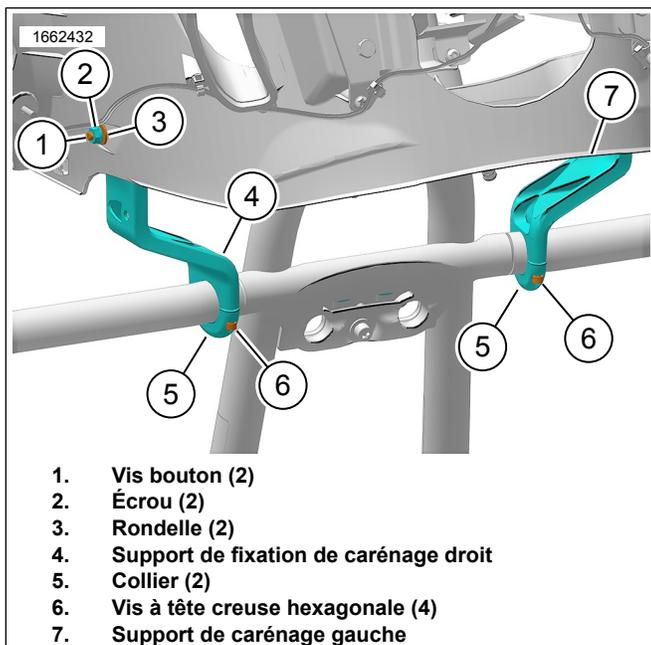

Figure 7. Supports installés
1. Voir la figure 7. Positionner le support de fixation de carénage droit (4)
- a. Reposer le support (1) sur la protection moteur.
2. Installer sans la serrer la vis bouton (1), la rondelle (3) et l'écrou (2).
- a. Utiliser la rondelle (3) qui a été précédemment retirée.
3. Poser le collier (5).
4. Installer des vis sans les serrer (6).
6. Serrer les vis (1).